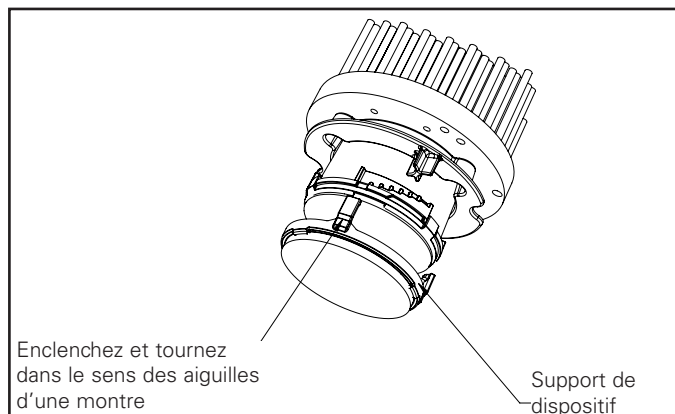

Figure 12B.
2. Support de dispositif simple ou double aussi offert. Pour l'installer, placez le dispositif sur le support de dispositif. Insérez les fermoirs au bas du mécanisme d'enclenchement à escalier. Tournez dans le sens des aiguilles d'une montre jusqu'à ce qu'il soit serré. (Figure 12B).